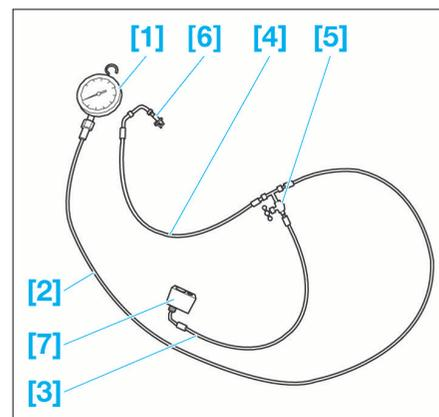

FIG. 21
- Préparer l'ensemble de contrôle [1], [2], [3], [4], [5], [6] et [7] (Coffret ref. 0710.ZY) (Fig.21).